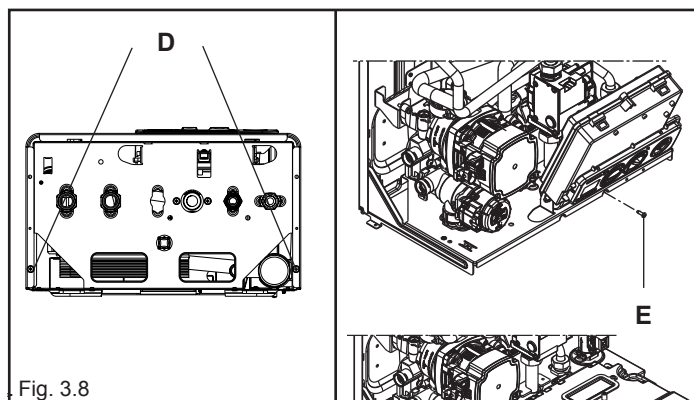

Fig. 3.8
- svitare le viti (D) di fissaggio del mantello (fig. 3.8)